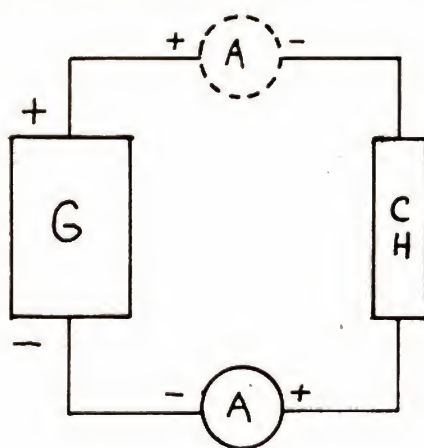

Fig. 1. — L'ampèremètre se connecte en série, en un point quelconque du circuit.
Le principe de la mesure de l'intensité est de faire passer dans l'ampèremètre le courant dont il faut déterminer la valeur. Cela implique une ouverture préalable du circuit, avec fermeture par l'ampèremètre (voir fig. 1). Rappelons pour mémoire que les résultats sont en « ampères » (A), dont les sous-multiples usuels sont le milliampère (mA) valant 10^{-3} A et le microampère (μ A) valant 10^{-6} A.